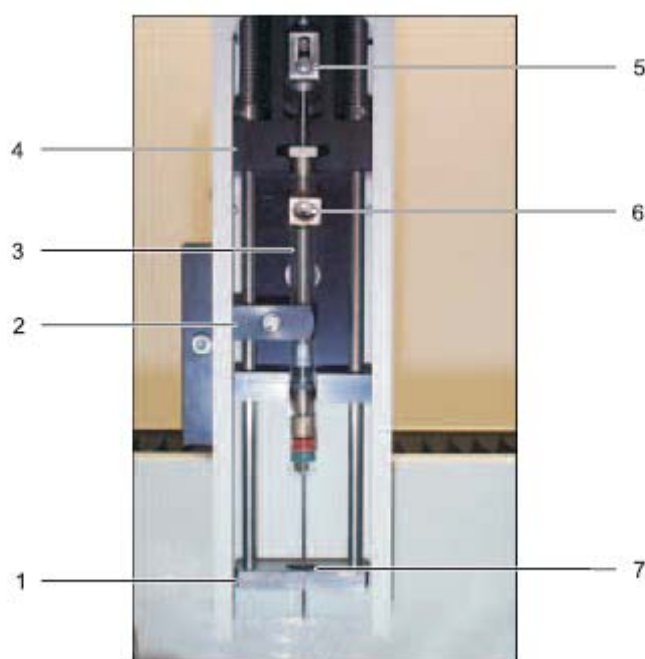

图89 注射器固定装置
3. 将注射器安置在注射器基座（如图 89）。用锁定柄固定注射器的针筒，用锁定螺丝固定活塞。